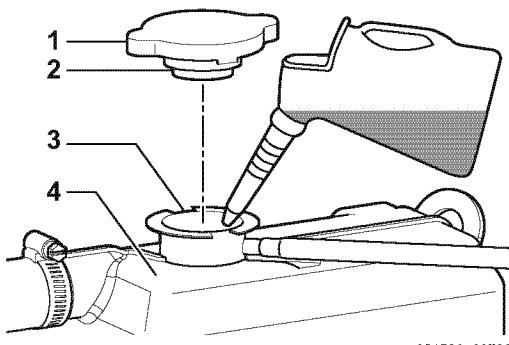

Figure 11
4. Versez lentement le liquide de refroidissement dans le réservoir du liquide de refroidissement/échangeur de chaleur (Figure 11, (4)) pour éviter les bulles d'air. Remplissez jusqu'à ce que le liquide de refroidissement déborde du port de remplissage.
5. Alignez les onglets du bouchon de remplissage (Figure 11, (1)) avec les encoches de l'orifice de remplissage (Figure 11, (3)) et serrez le bouchon de remplissage (Figure 11, (2)).